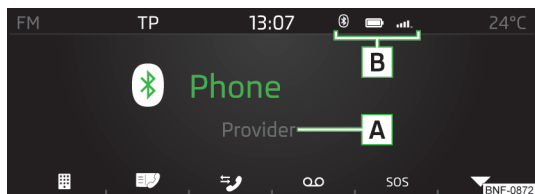

Рис. 108
- У головному меню *Phone* натисніть на функціональну кнопку **[☎]** » **Рис. 108** на стор. 93.
► Для відображення в головному меню *Phone* натисніть функціональну кнопку » Рис. 108 на стор. 93 .
► У головному меню *Phone* натисніть функціональну кнопку » Рис. 108 на стор. 93 .
- Для **відображення** в головному меню *Phone* натисніть функціональну кнопку **Q** » Рис. 108 на стор. 93.